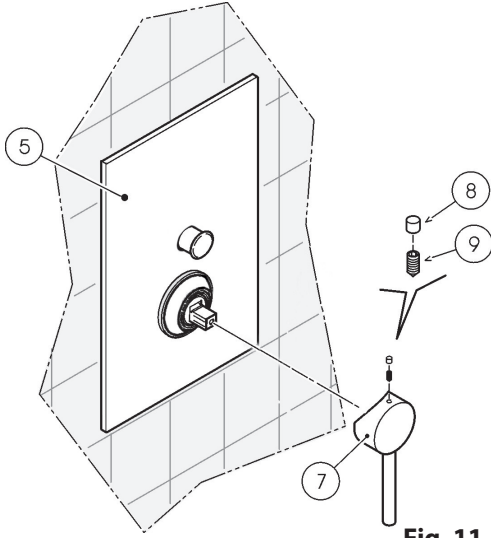

Fig. 11
- Aprire il rubinetto azionando la maniglia erogatore/miscelatore (7) e far defluire l'acqua presente nelle tubazioni idrauliche a monte del miscelatore monocomando;
- Togliere il tappo (8) e svitare il grano (9); sfilare la maniglia erogatore/miscelatore (7); (Fig.11)
- Open the faucet by engaging the supply/mixer lever (7) and drain the water in the pipes upstream from the mixer.
- Remove the cap (8), unscrew the grub screw (9); remove the supply/mixer lever (7); (Fig 11).